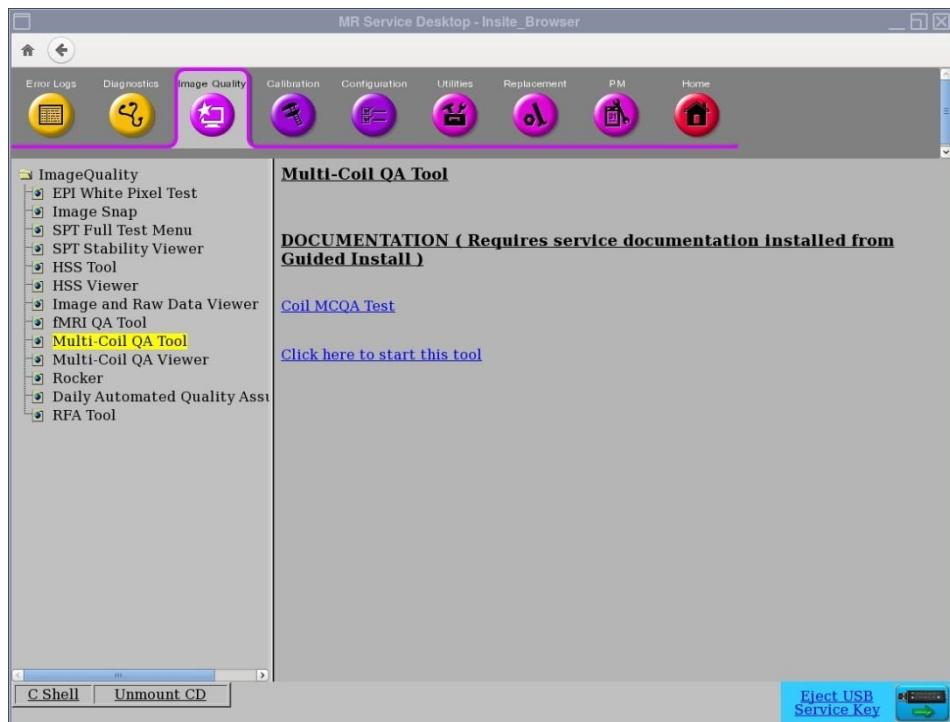

图1
- 从Common Service Desktop (CSD)（通用服务桌面(CSD)），转到Service Browser（服务浏览器），选择[Image Quality（影像质量）]“Multi-Coil QA Tool（多线圈QA工具）”，然后选择“Click here to start this tool（单击此处开始使用此工具）”，如图1所示。